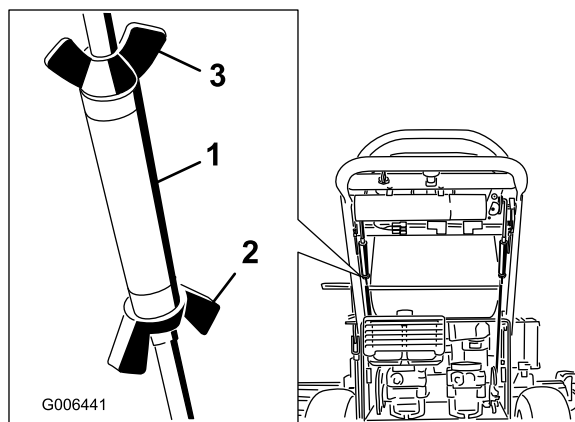

Figura 31
3. Allentate i dadi ad alette sull'asta di comando destra e ruotate il tornichetto verso l'interno o verso l'esterno per assicurarvi che la leva di controllo destra sia centrata in posizione di blocco in folle. Fissate il tornichetto in posizione con i dadi ad alette (Figura 31).
4. Allentate i dadi ad alette sull'asta di comando sinistra e ruotate il tornichetto verso l'interno o verso l'esterno per cambiare l'allineamento. Fissate il tornichetto in posizione con i dadi ad alette (Figura 31).